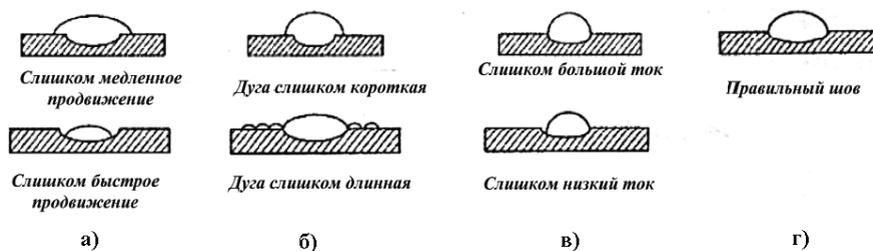

Рисунок 3. Типы сварочных швов.
7.4. При правильном выборе скорости сварки шов получается необходимой ширины без деформаций и кратеров, см. рис. 3а.
7.5. Слишком длинная сварочная дуга вызывает искры и слабое плавление обрабатываемого металла, при слишком короткой дуге электрод прилипает к металлу, см. рис. 3б.
7.6. В случае если ток слишком высокий, то электрод быстро сгорает и при этом шов получается широкий и неровный. Если ток слишком низкий, то шов получается узкий и неровный, см. рис. 3в.
7.7. При правильном выборе скорости сварки и силы тока шов получается необходимой ширины без деформаций и кратеров, см. рис. 3г.